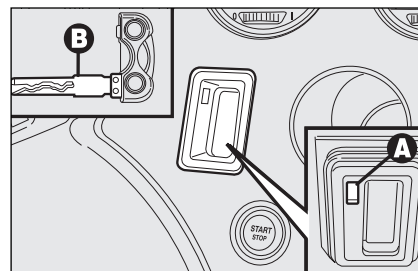

fig. 1
- steek de metalen baard **B-fig. 1** van de elektronische sleutel in de opening **A**;
WAARSCHUWING Plaats in opening **A-fig. 1** geen andere voorwerpen dan de metalen baard **B** van de elektronische sleutel.